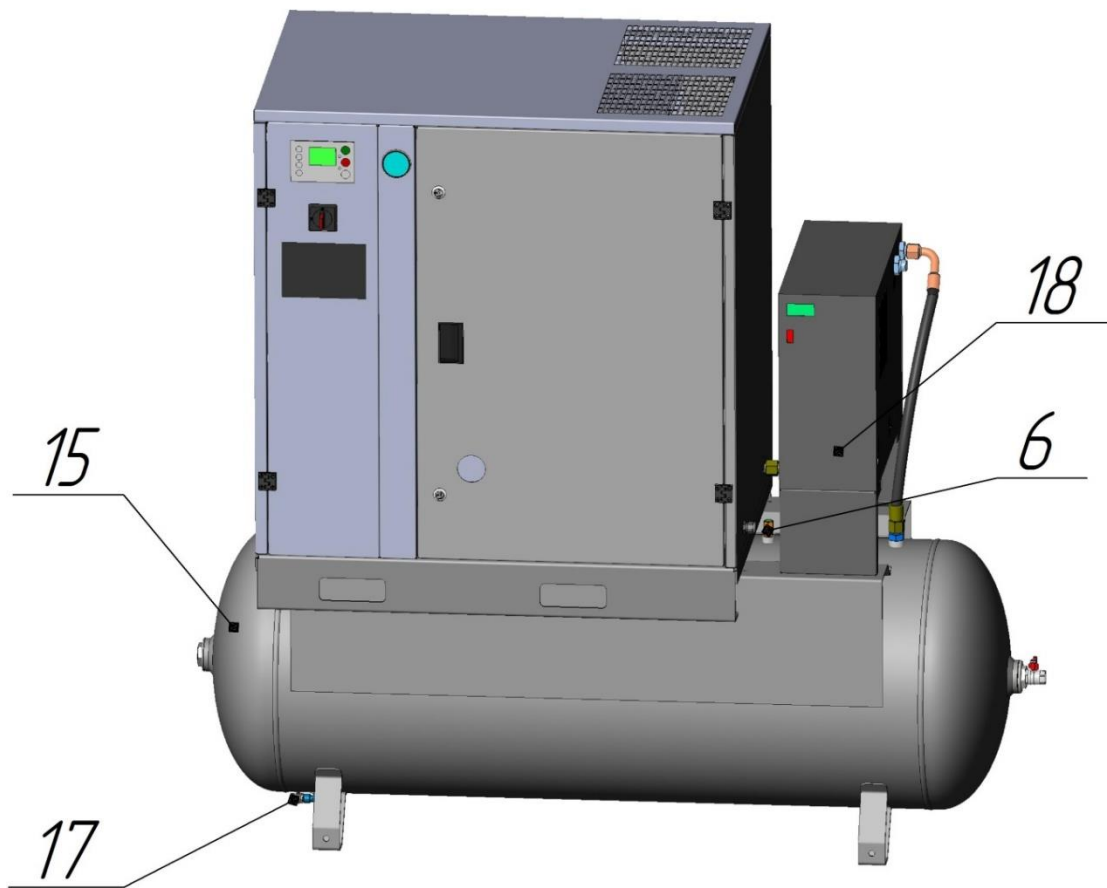

Рисунок 3 – Общий вид компрессорной установки ВК20Т-8(10,15)-500Д
**18 – Осушитель** (см. рисунок 3 или 4) предназначен для отделения влаги, содержащейся в сжатом воздухе.